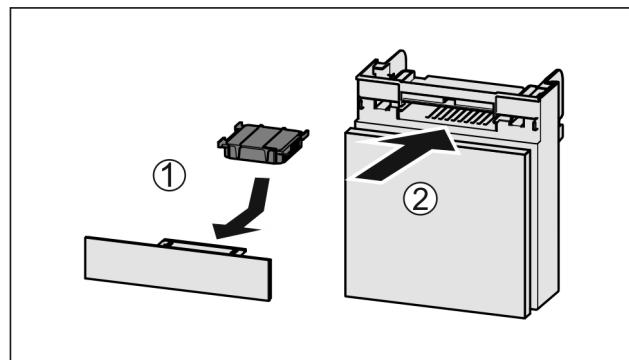

Fig. 70
- Aktivni ogleni filter vstavite Fig. 70 (1) skladno s prikazom na sliki.
► Predal potisnite noter Fig. 70 (2).